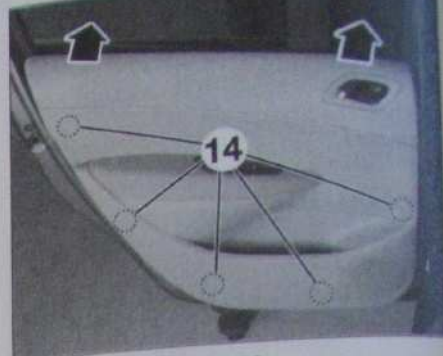

Fig. 63
- A l'aide d'une pince à dégrafer, déposer la garniture de porte arrière aux endroits indiqués (14) (Fig. 63).